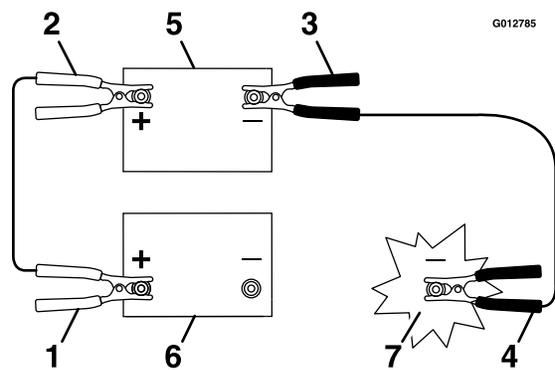

Figure 46
3. Connectez le câble positif (+) à la borne positive (+) de la batterie à plat qui est reliée au démarreur ou au solénoïde (Figure 46).